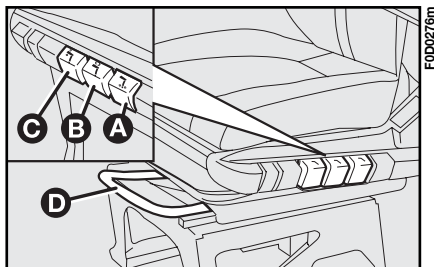

Abb. 56
Den Drehknopf **A**, **Abb. 56** betätigen.
- Drehen Sie den Sitz durch Betätigung der Taste **B**, **Abb. 56**.
Den Drehknopf **C**, **Abb. 56** betätigen, um den Sitz nach oben/unten zu verstellen.
Den Hebel **D**, **Abb. 56** hochziehen und den Sitz nach vorn oder zurück schieben.